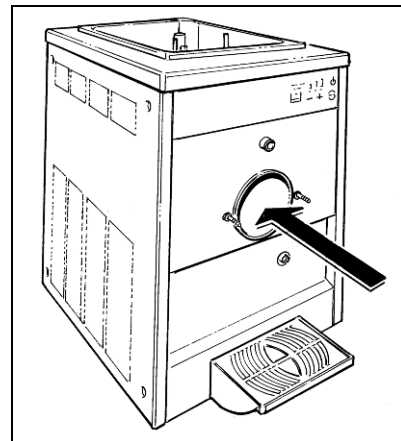

Fig. 19
- Lavare accuratamente il cilindro di congelamento e la vasca superiore, rimuovendo ogni residuo di prodotto con una spugna pulita imbevuta di sanitizzante prestando attenzione di bagnare completamente tutte le superfici per almeno 60 secondi. Lasciare poi asciugare ed assicurarsi di seguire le normative locali cogenti (vedi fig.19).
- Smontare la vaschetta raccogli gocce tirandola leggermente verso l'esterno (fig.19) e lavarla accuratamente con acqua calda e detersivo per stoviglie.